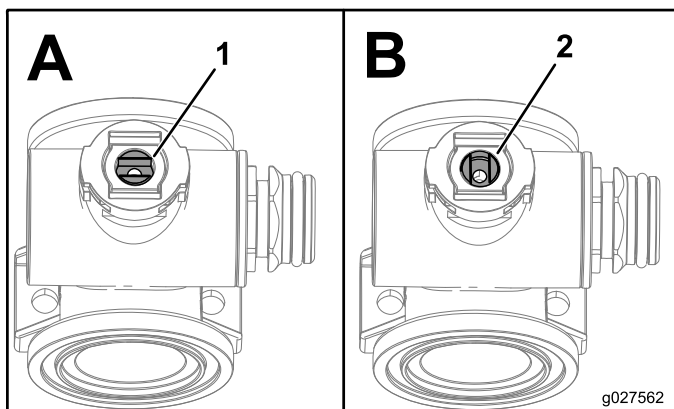

Figura 1
9. Ponga el vástago de la válvula en la posición de cerrado (Figura 1, B).
12. Gire el vástago de la válvula de manera que la bola quede en la posición de abierto (Figura 1, A).